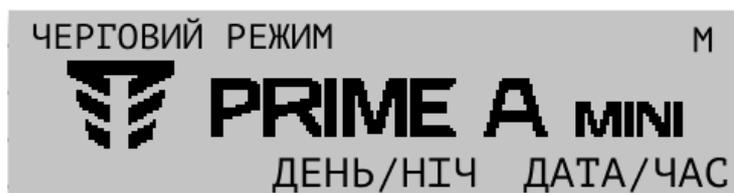

Рисунок 8.3.1 – Вікно чергового режиму ППКП
8.3.1 В черговому режимі ППКП перебуває весь час, доки не переходить в інші режими. Вигляд вікна чергового режиму показаний на Рис. 8.3.1. Вікно чергового режиму має найнижчий пріоритет.